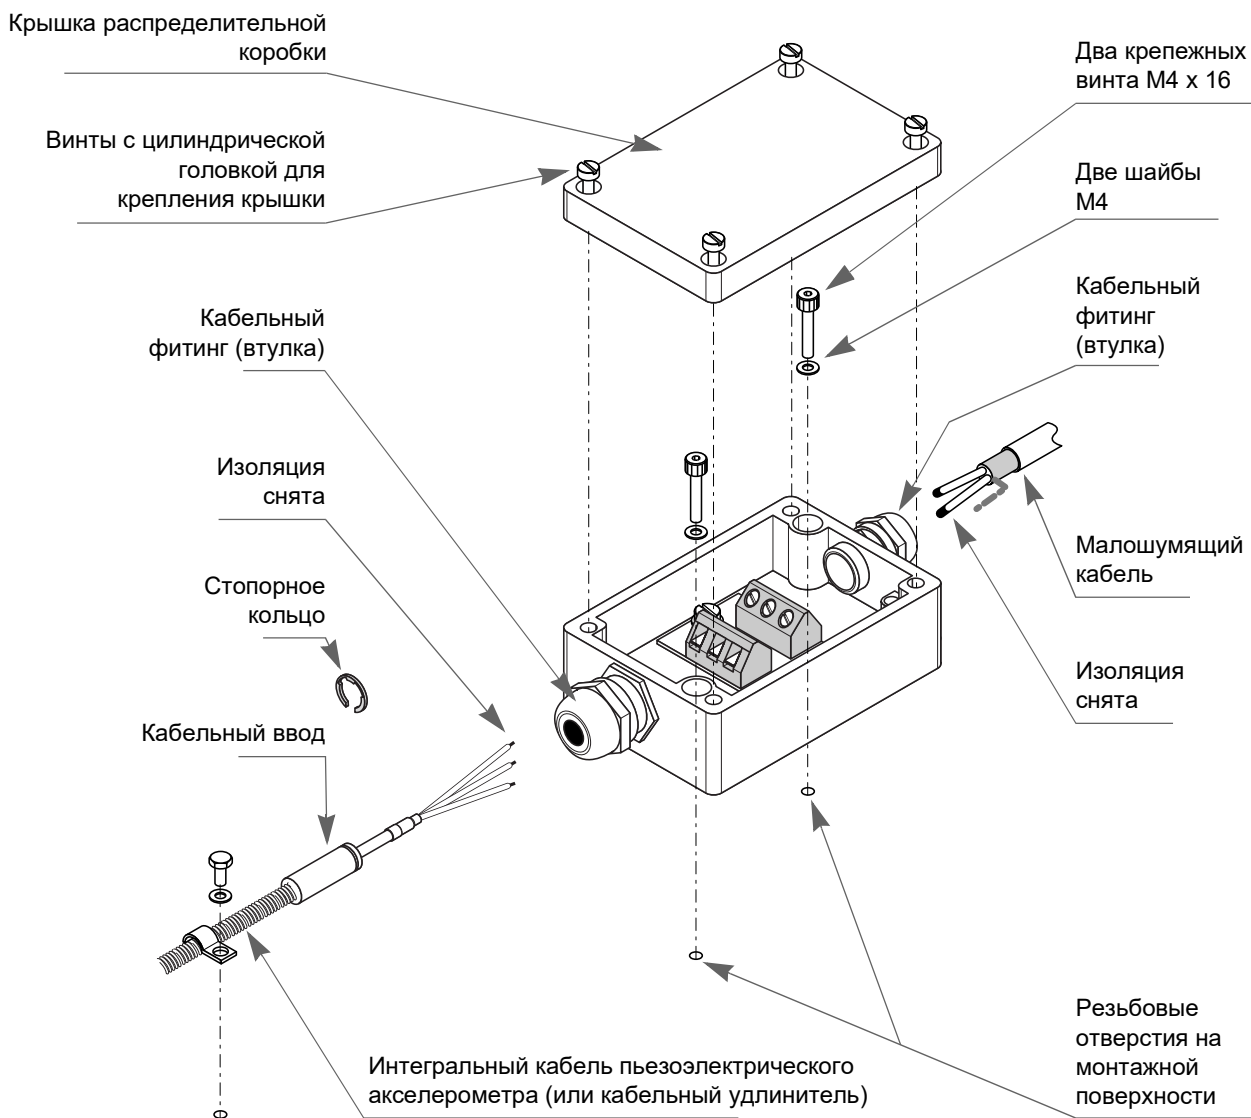

Рис. 4-2. Монтаж распределительной коробки JB116
- 3- Снимите крышку распределительной коробки (см. раздел рис. 4-2).
- 3- Выполните электрические соединения в распределительной коробке (см. рис. 4-2).
- 5- Если на кабель надета гибкая защитная трубка из нержавеющей стали, вставьте в паз кабельного ввода стопорное пружинное кольцо диаметром 8 мм (см. рис. 4-2). Это предотвратит выпадение кабеля из кабельного фитинга (втулки).